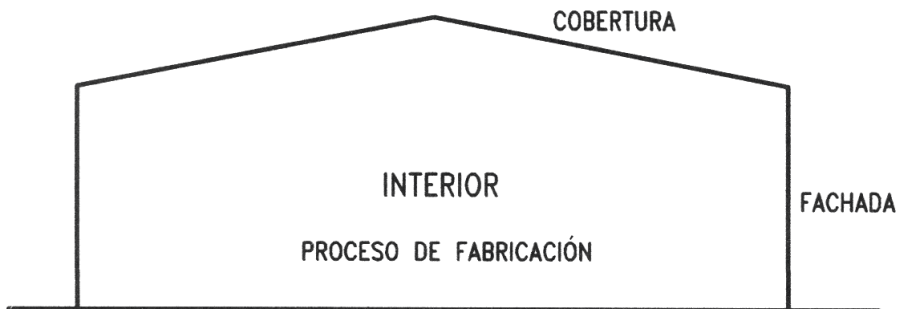

Figura 9.1
- a) Son la separación física del interior y el exterior de un edificio. Son una autentica barrera que separa el ambiente exterior del ambiente interior, donde en un edificio industrial se realizan las operaciones unitarias que constituyen los procesos de fabricación en unas determinadas condiciones ambientales. Ver figura 9.1.